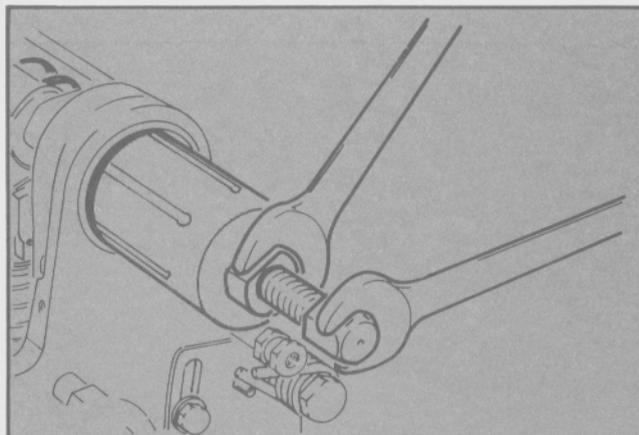

Fig. 105 - Desmontaje del retén del árbol de levas
- Quitar el engranaje del árbol de levas y la arandela de empuje. Desmontar el retén con la herramienta T84G-6700-BAS (Fig. 105).